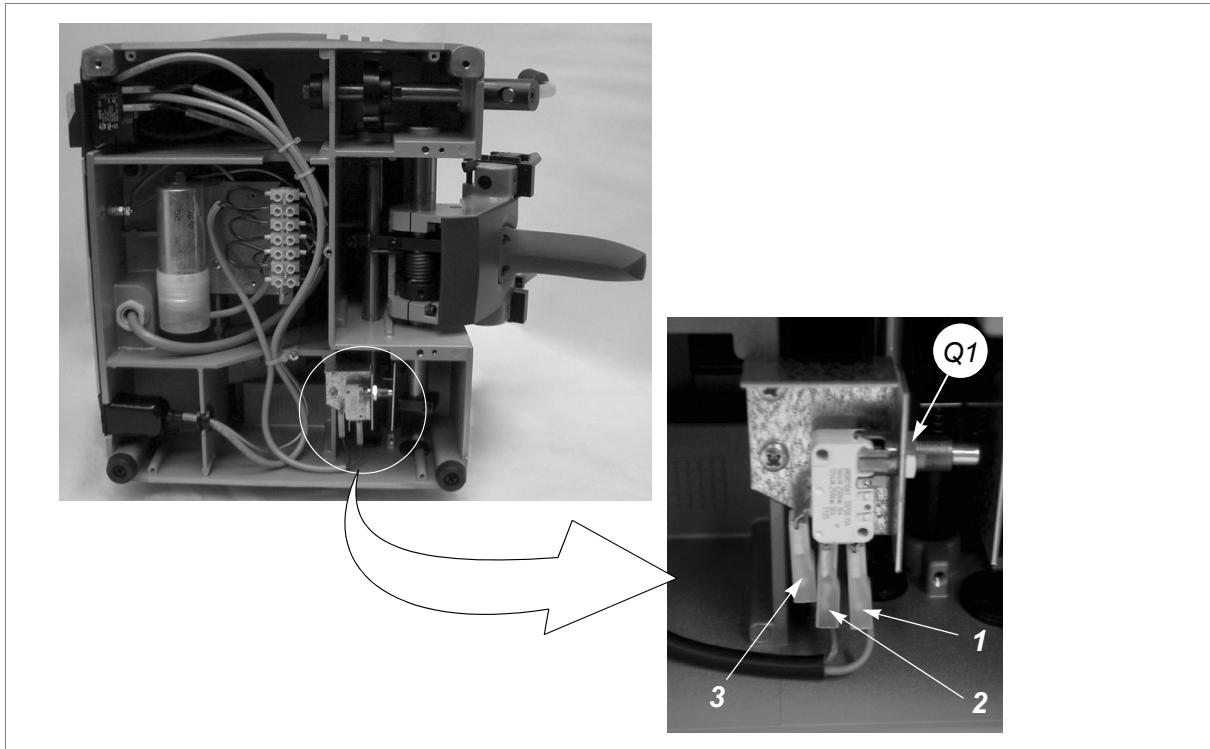

Fig. 29
- 4) Desenroscar la tuerca (Q1) y sacar el microinterruptor (fig.29).